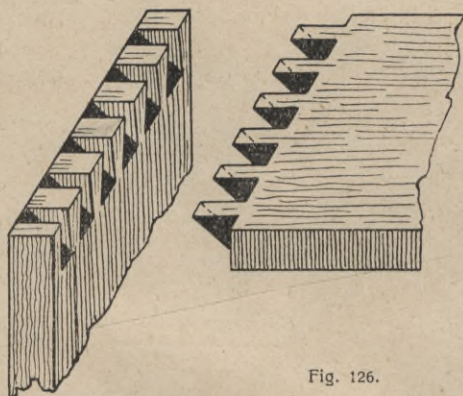

Fig. 126.
d) Inny rodzaj zazębienia, w którym połączenie nie jest zupełnie skryte, ale widoczne z jednej strony, a zęby są zacięte na uciós, przedstawia Fig. 126.